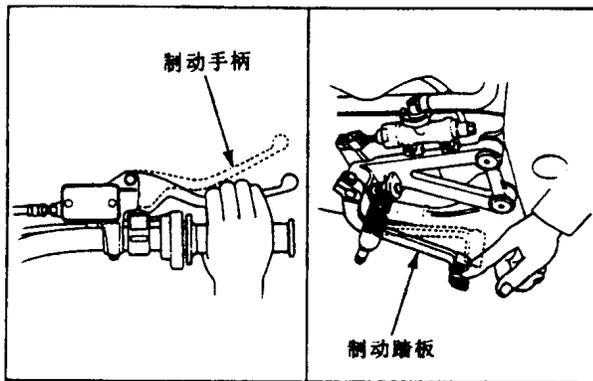

图 1-1 排净油压系统中的空气
1. 对油压式制动装置,用力操作制动手柄及踏板,检查油压系统中是否混入了空气。若感到手柄及踏板的动作柔软时,说明油压系统中有空气,应进行排气,如图 1-1 所示。